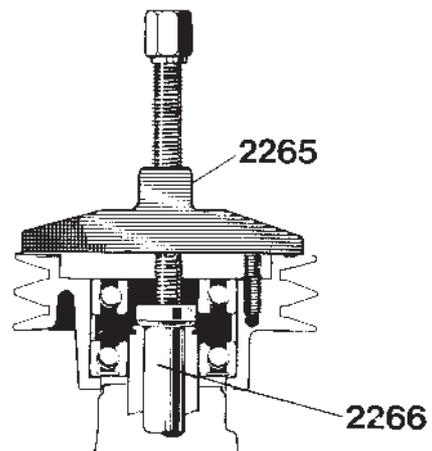

Fig. 162. Démontage de la poulie
5. Placer l'appui 2266 (figure 162) dans l'axe allongé du corps de pompe et adapter l'extracteur 2265. Extraire la poulie avec les roulements.